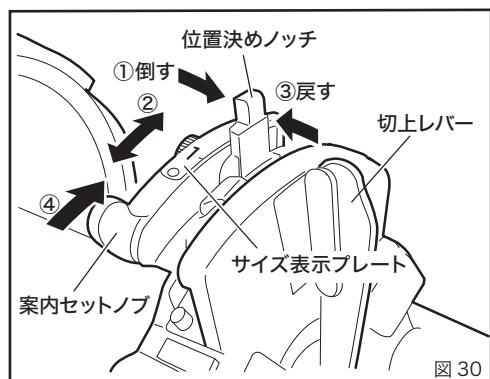
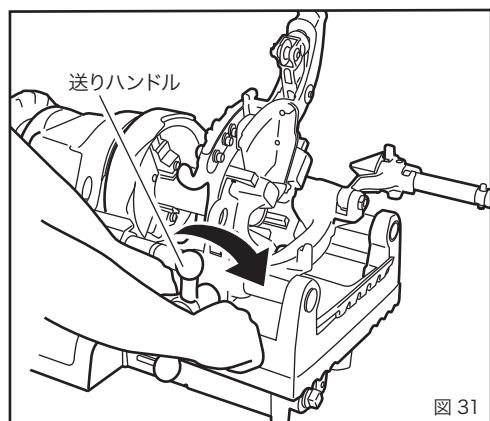

図 30
図 31
サイズ変更する場合 (図 30)
- 位置決めノッチを図 30 の矢印①の方向に倒す。
- サイズ表示プレートに表示されている希望のパイプサイズに位置決めノッチを合わせる。(矢印②)
- 位置決めノッチを矢印③の方向に倒しながら、ノッチの溝に位置決めピンをはめ込む。
- 案内セットノブを矢印④の方向に止まるまで押すと、ダイヘッドはセットの位置になります。スイッチを入れると、オイルはダイヘッドから自動的に注油されます。
- 送りハンドルを時計方向に回して、パイプにダイヘッドを押しつけ、チエーザを食いつかせてください。(図 31)
案内セットノブ(図30参照)を押し上げてダイヘッドをねじ切りのセット状態にします。そしてパイプにねじを切っていきますと、パイプ端面が切上げレバーにあたり、徐々に押し出されていきます。パイプに切られたねじが規定長さになりますと、切上げレバーが押し上げられ、チーザがパイプから離れねじ切りが終わります。(図33-1)